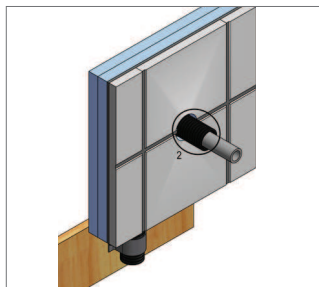

Fig. 5-49
- **Steg 2:** Kapa det ur färdig vägg utskjutande skyddsroret så mycket som det behövs, men se upp att inte skada det inre PEX-röret (Fig. 5-49).